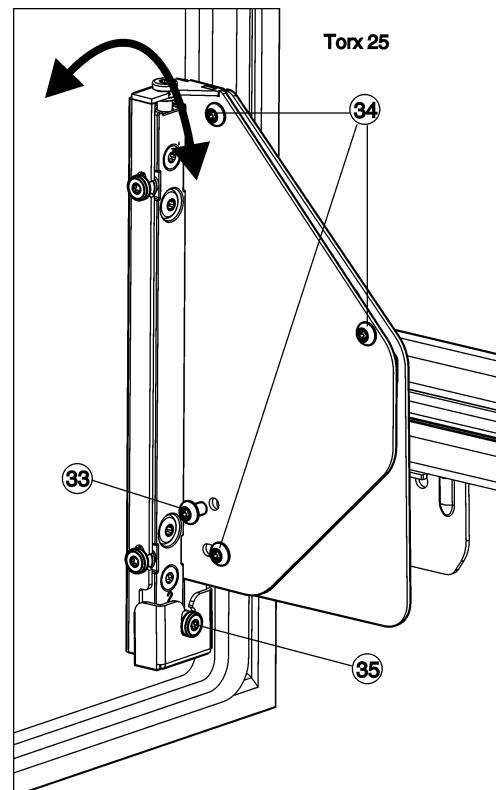

Fig. 30
- Die Schraube Fig. 30 (33) vollständig heraus-schrauben.
- Die Schraube Fig. 30 (33) entsorgen, sie wird nicht mehr benötigt.
- Schrauben Fig. 30 (34) mit 1 bis 2 Umdrehungen nur lösen.
- Verstellschraube Fig. 30 (35) drehen. Im Uhrzeigersinn: die Tür oben neigt sich vom Gerätekörper weg. Entgegen dem Uhrzeigersinn: die Tür oben neigt sich zum Gerät und unten weg vom Gerätekörper.
- Nach Beendigung der Neigungsverstellung alle Schrauben Fig. 30 (34) wieder fest anziehen.